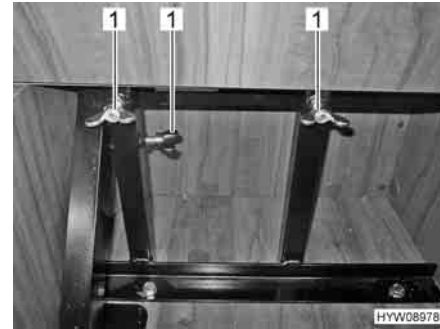

Fig. 34 Fissare il sedile installabile mediante dadi ad alette
- Fissare il sedile installabile mediante dadi ad alette (Fig. 34,1).